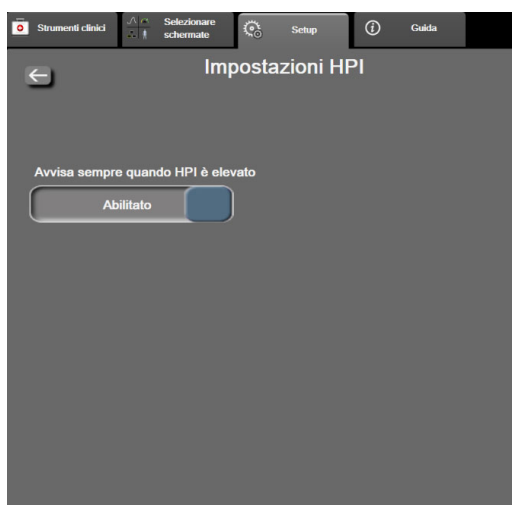

Figura 13-4 Impostazione parametri – Indice di previsione dell'ipotensione
- 5 Per passare all'opzione **Disattivato**, toccare il pulsante di commutazione **Avvisa sempre quando HPI è elevato**. Vedere la figura 13-4.